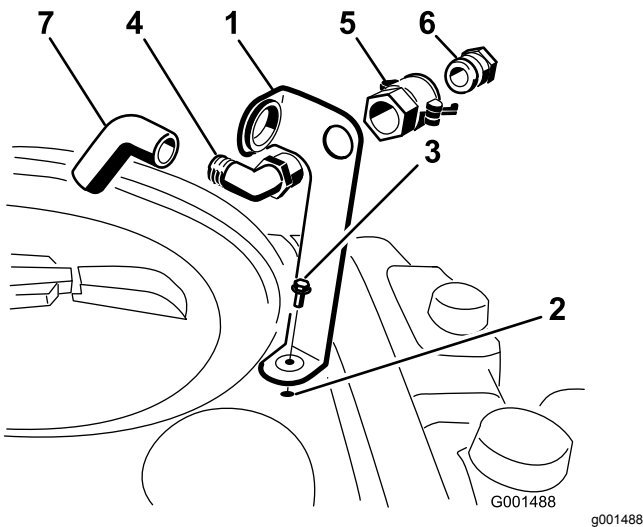

Bild 3
1. Setzen Sie die Füllanschlusshalterung auf das Gewindeloch im Behälter und befestigen Sie sie mit einem Bundbolzen (5/16" x 3/4"), wie in Bild 3 abgebildet.
Sie die Schnellkupplung auf. Befestigen Sie sie an der Halterung (Bild 3).
3. Montieren Sie den Schlauchadapter auf die Schnellkupplung (Bild 3).
4. Drehen Sie die Hebel zum Adapter, um ihn zu arretieren. Befestigen Sie ihn dann mit den Splinten (Bild 3).
5. Stecken Sie den Rücklaufschlauch durch die große Öffnung in der Halterung und auf das Krümmerende des 90-Grad-Winkelanschlusses (Bild 3).